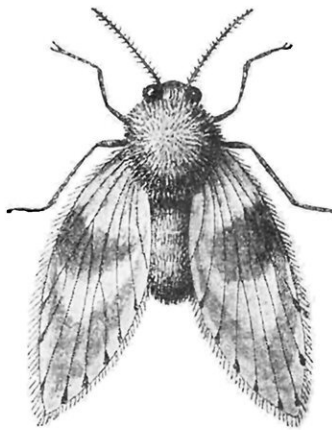

FIG. 9. — PHLÉBOTOME
*Les Phlébotomes.* — En dehors des moustiques que nous considérons comme les plus dangereux et les plus nombreux des diptères piqueurs, nous devons signaler les *Phlébotomes*. Ce sont de tous petits insectes de trois millimètres au plus, qui s'introduisent dans les maisons, plus spécialement dans les contrées méridionales. On en a cependant capturé à Dijon. Ils sont facilement reconnaissables à leurs ailes frangées, disposées en toit. Pendant le jour, ils s'immobilisent contre les murs, et se mettent en mouvement pendant la nuit. C'est le moment qu'ils choisissent de préférence pour piquer et sucer le sang (fig. 9).